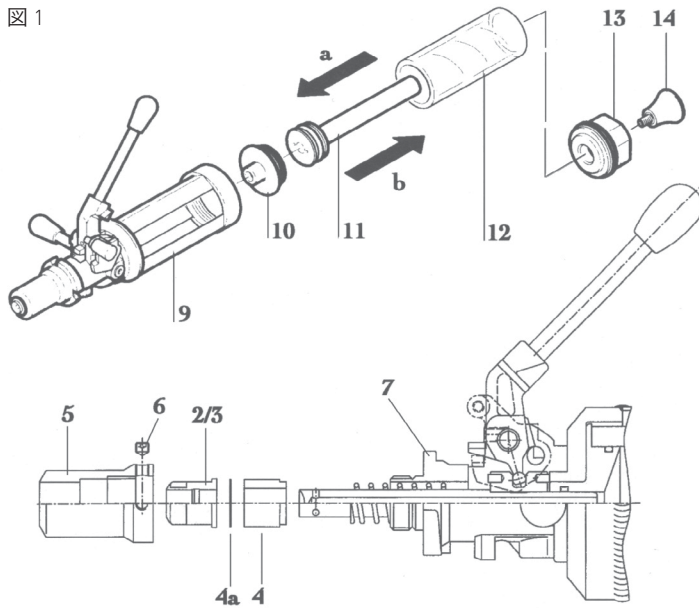

図 2
6.3 シールの除去(図2を参照)
5. 図2に示すように、シリンジスピンドルのスペーサ(4)とワッシャー(4a)を交換します。